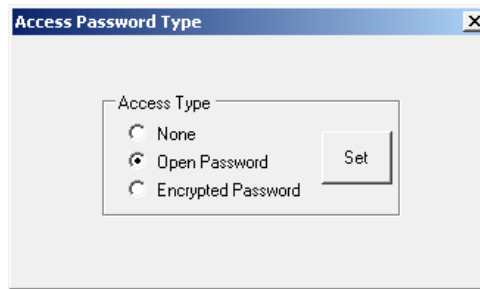

Figura 3-2 Pantalla de tipo de contraseña de acceso
2. Seleccione **Utility/Manage Accounts/Set Access Password Type** desde la barra de herramientas de IPSCom. IPSCom mostrará la pantalla de "Tipo de contraseña de acceso" (Figura 3-2).